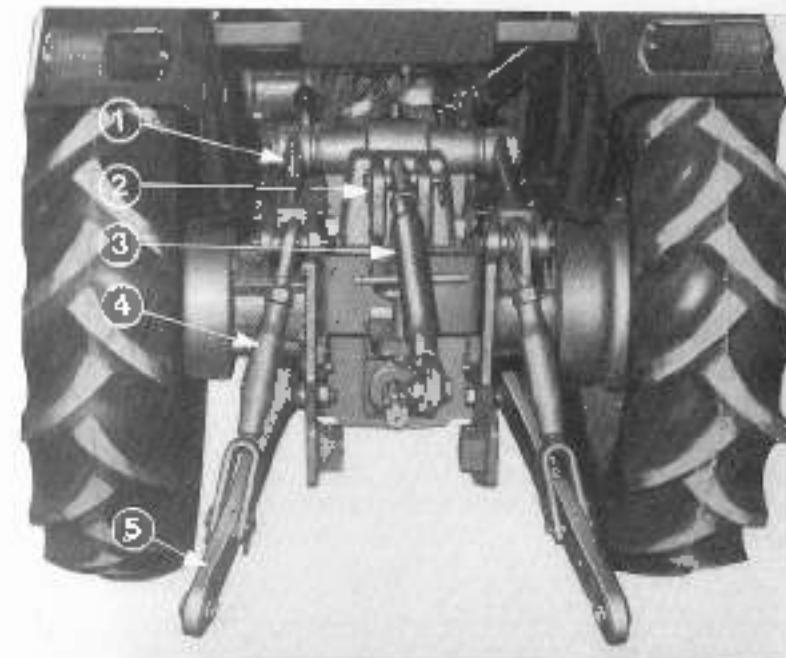

Fig. 38
**ENGANCHE DE APEROS (Fig. 38)**